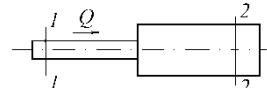

Рис. 3
7. Определить потерю напора на внезапное расширение потока (рис. 3), если известны показания пьезометров  $h_1 = 16 \text{ см}$ ,  $h_2 = 30 \text{ см}$ , диаметры  $d_1 = 20 \text{ мм}$ ,  $d_2 = 50 \text{ мм}$ , расход  $Q = 1 \text{ л}/\text{с}$ .